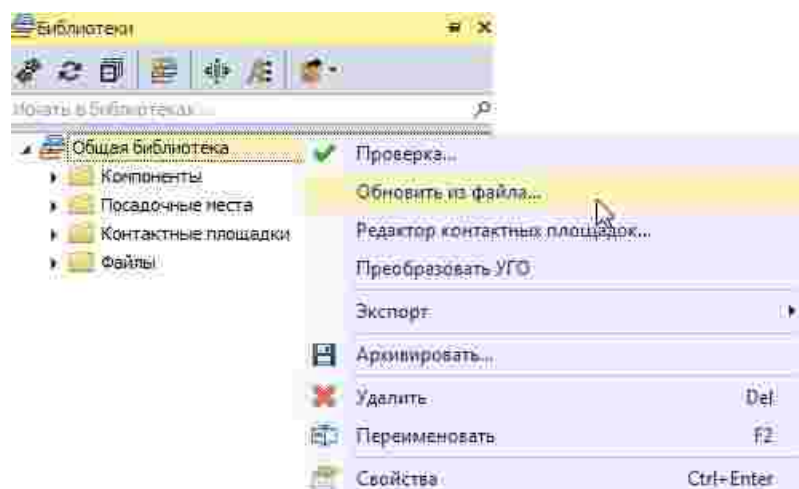

Рис. 10 Запуск обновления
2. Вызовите контекстное меню и выберите пункт «Обновить из файла...», см. Рис. 10.